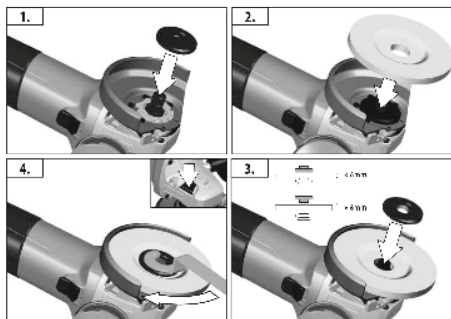

IMAGEN 4
9.5. Montar el disco de desbaste: Equipar la brida de respaldo en el eje de salida y, enseguida, posicione el disco encima de la brida. Posicione la brida de apriétela y enróscuela hasta el final. (IMAGEN 4)